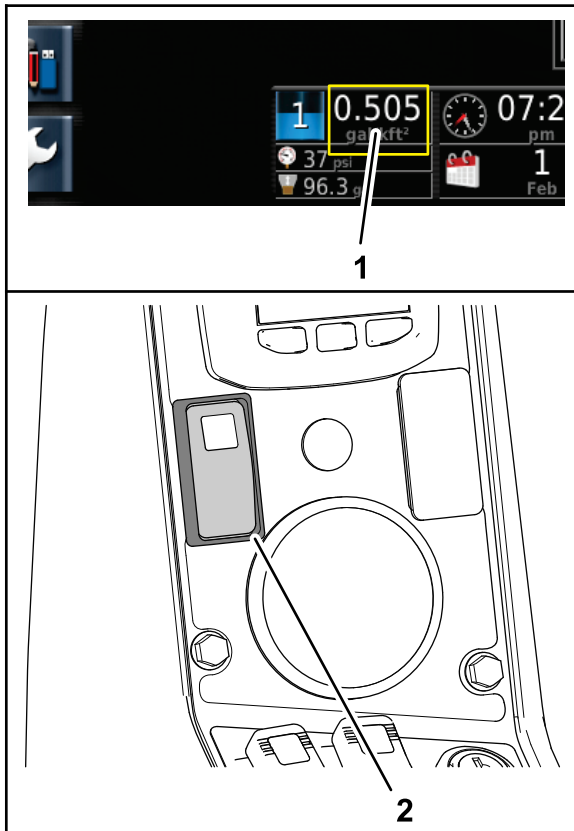

Bild 53
1. Stellen Sie die Motorgeschwindigkeit ein, bis die Solldosierung auf der Instrumententafel der X25-Steuerkonsole angezeigt wird; aktivieren Sie dann den Schalter für die Gasbedienungssperre der Maschine (Bild 53).